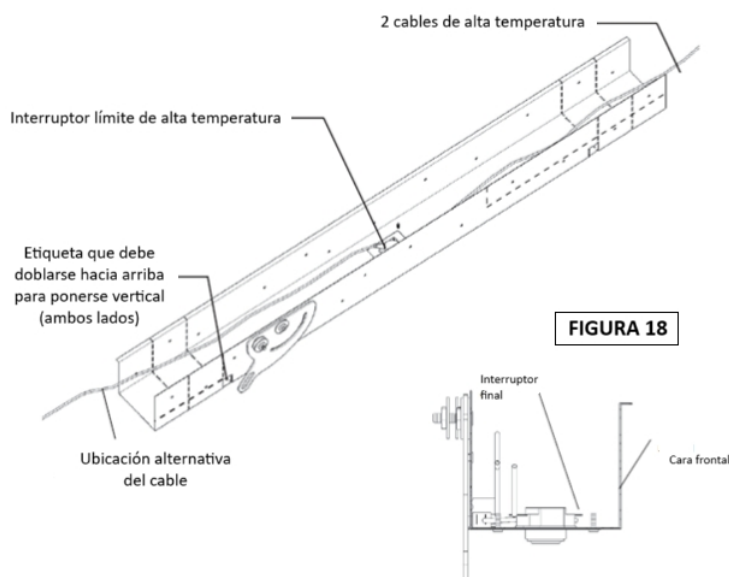

FIGURA 18
9. El dintel de alta temperatura (Figura 18), tal como se suministra, tiene cuarenta y cinco pulgadas (45") de largo y se adapta a los modelos BVETTO 36 y 46. Corte en campo el dintel de alta temperatura de manera uniforme en las líneas perforadas como se requiere para el modelo de 36" unidad. Esto asegurará que el interruptor de límite y el microinterruptor estén en la posición adecuada en el dintel.